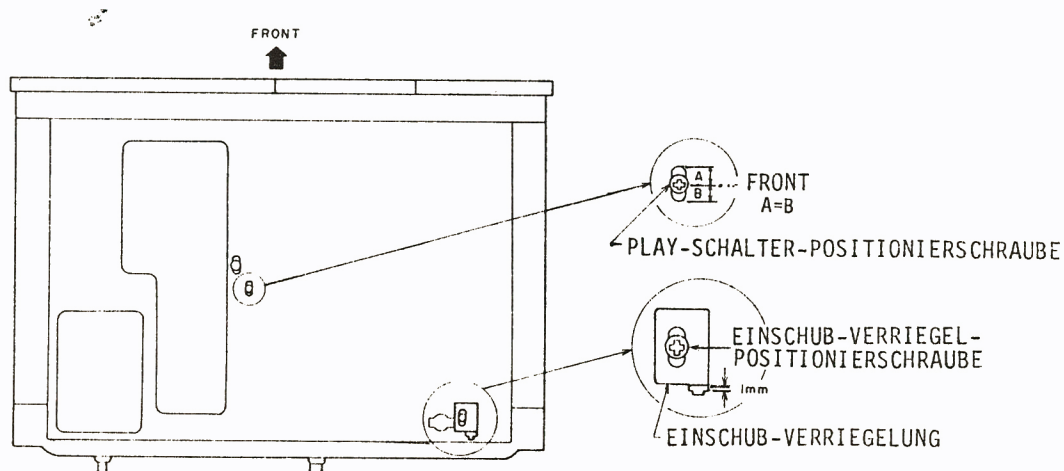

Abb. 6-7 Wiedergabeschalter/Einschub-Verriegel Positions-Einstellung
6-9 EINSTELLUNG DER PLAY-SCHALTER (SW902) POSITION (Siehe Abb. 6-7)
- 2) Die Play-Schalter-Positionierschraube in der Mitte des Schraubenlochs (Siehe Abb. 6-7) festziehen.
- 2) Die Einschub-Verriegel-Positionierschraube in der Position festziehen, so daß, wie aus Abb. 6-7 ersichtlich, 7mm Abstand zwischen der Einschubverriegelung und der Öffnung in der Bodenabdeckung entstehen.